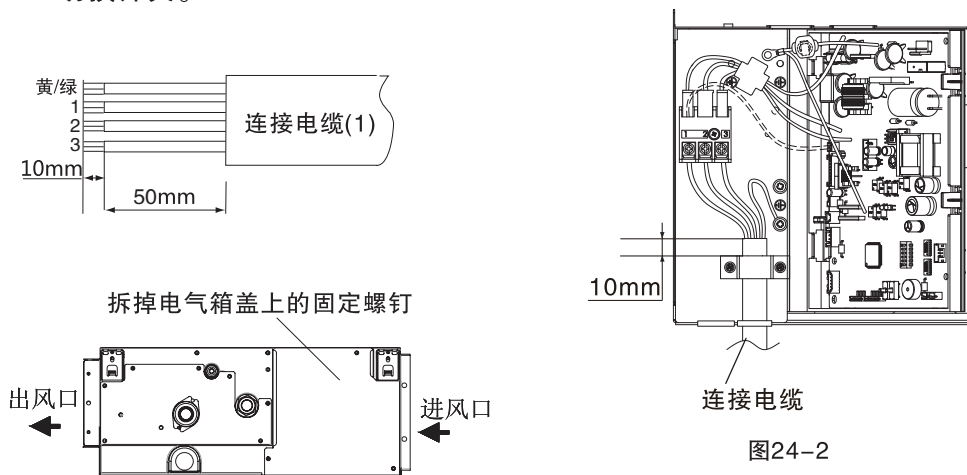

图24-2
- (1) 取下如图24-2电气盖固定螺钉，取下电气箱盖。
- (2) 穿过电控箱上的接线孔，连接接受器连接线到电控箱内的印刷电路板上。
- (3) 连接室内、外机连接线到电气箱的端子上。
- (4) 用连接线压板固定连接电缆。